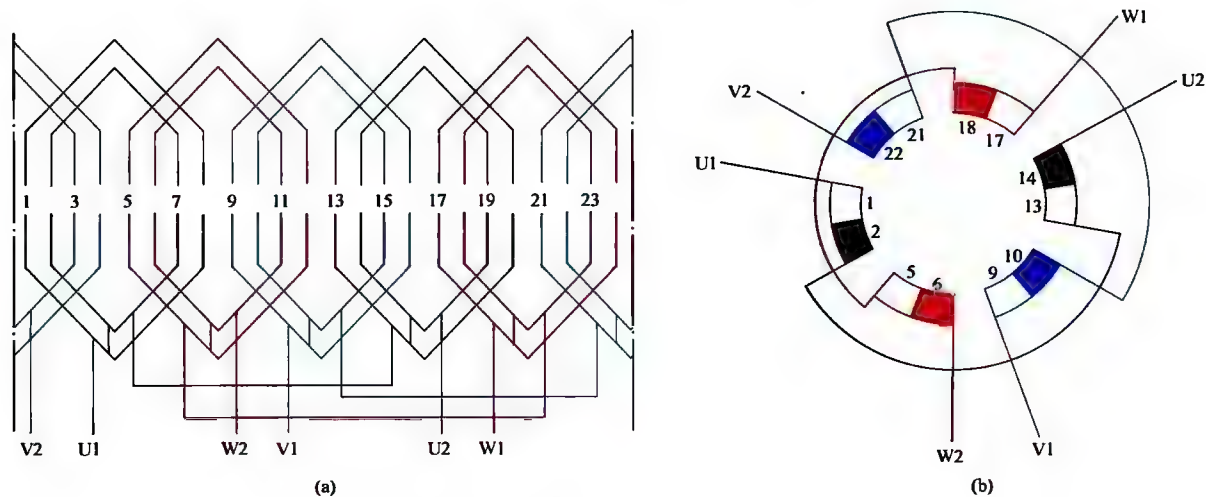

图 1-23 三相 4 极 24 槽单层同心式绕组 1 路接法
23. 三相 4 极 24 槽单层同心式绕组 1 路接法展开图与接线圆图 (见图 1-23)